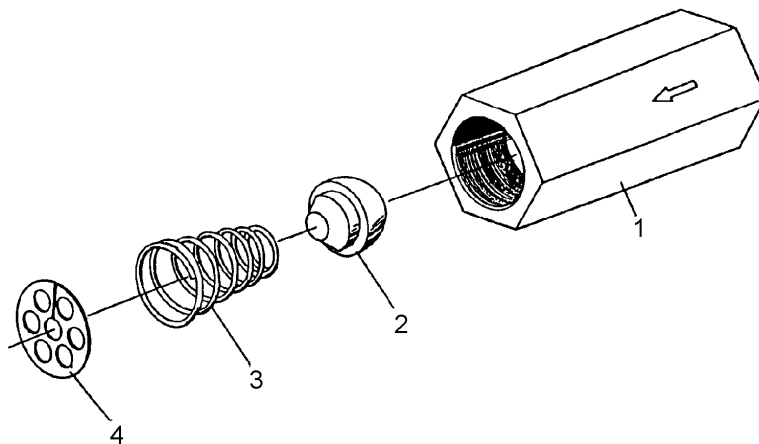

Рис. 4.10. Клапан обратный
Обратный клапан (7, рис. 4.1.) позволяет перетекать сжатому воздуху только в одном направлении, благодаря чему он предохраняет контур привода стояночного тормоза от воздействия неожиданного падения давления питающего воздуха. Сжатый воздух из воздушного баллона контура привода стояночного тормоза поступает к обратному клапану (7, Рис. 4.1.). В клапане сжатый воздух через грибок (2, Рис. 4.10.) сжимает конусную пружину (3), опирающуюся на ситечко (4). Когда давление воздуха преодолет упругую силу сжатой конической пружины (3), то сжатый воздух начнет проходить через обратный клапан к тормозному клапану (10, Рис. 4.1.) стояночного тормоза. Если давление воздуха в воздушном баллоне контура привода стояночного тормоза снизится и станет меньше величины давления открытия обратного клапана, то клапан закроется и проход воздуха через клапан прекратится.